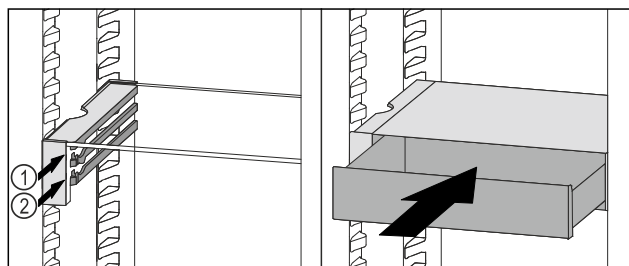

Fig. 119
- ▶ 将 VarioSafe 抽屉放置在所需肋梁 Fig. 119 (1) 或 Fig. 119 (2) 上的止动器后面。